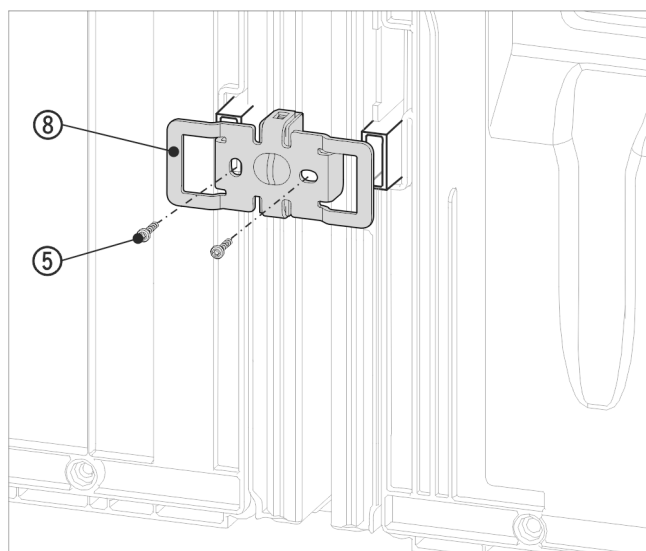

Fig. 19 Zobrazení příkladu
- Úhelník Fig. 19 (8) znovu zasuněte vybráním přes úchyt pro vymezovač odstupe od stěny.
- Přišroubujte pomocí 2 šroubů Fig. 19 (5).